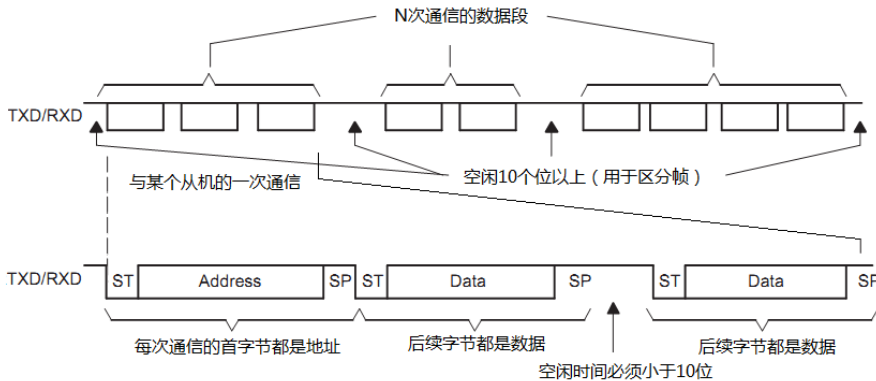

图 9.11 空闲帧模式多机通信
- 1) 如图 9.11 所示的空闲帧模式多机通信不带地址位，默认第一帧一定是地址帧。